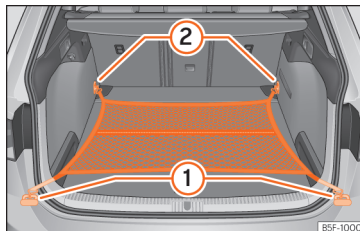

Abb. 151 Im Gepäckraum: flach eingehängtes Gepäckraumnetz (Modell SPORTTOURER ST).
- Hängen Sie die Haken in die Verzurrösen ① und ② » » » **Abb. 151** ein » » » ⚠. Der Reißverschluss des Gepäckraumnetzes muss dabei nach oben zeigen.